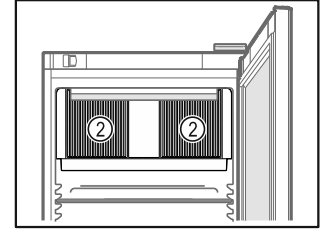

Fig. 59
- ❑ Pidä sisätilassa olevan kiertoilmavuuhdantimen tuuletusraot Fig. 59 (2) vapaina.